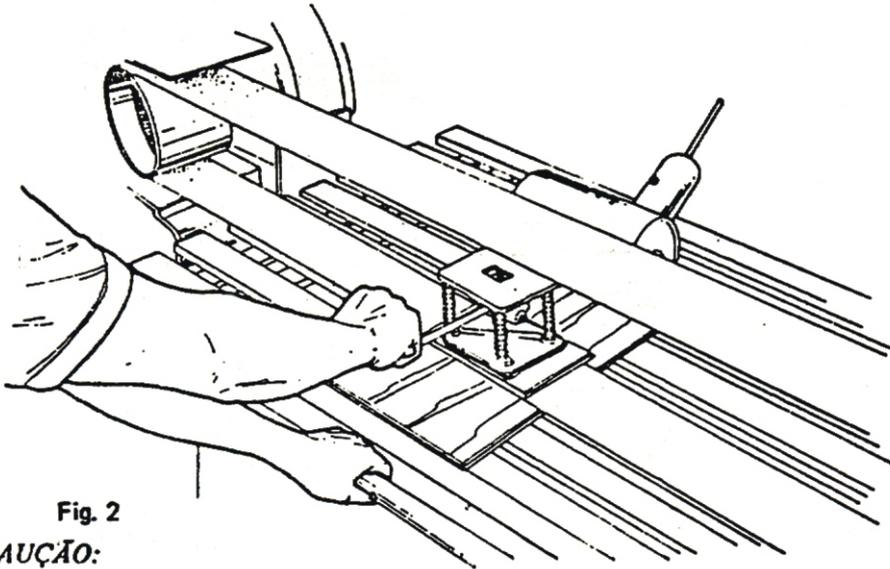

Fig. 2
- b – Inicie o lixamento pressionando a sapata levemente e movimentando a mesa (fig. 2)